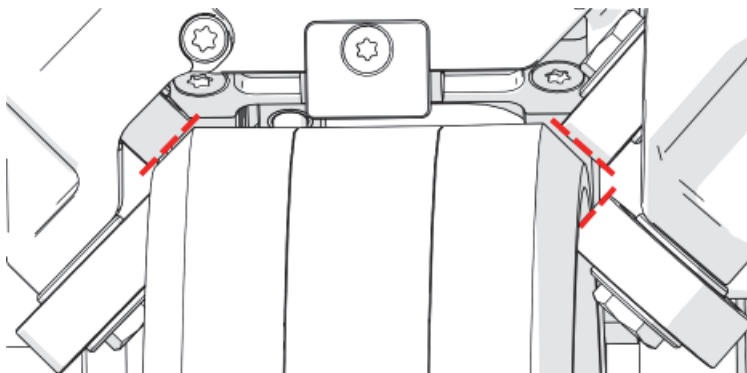

Figura 1-37 Inspección visual de las ruedas guías
7. Inspeccione visualmente las ocho ruedas guías y asegúrese de que todas estén tocando la banda (ver Figura 1-37 en la página 53). De ser necesario, vuelva a posicionar o mover el transportador de motor mientras aprieta los ajustadores de abrazadera.